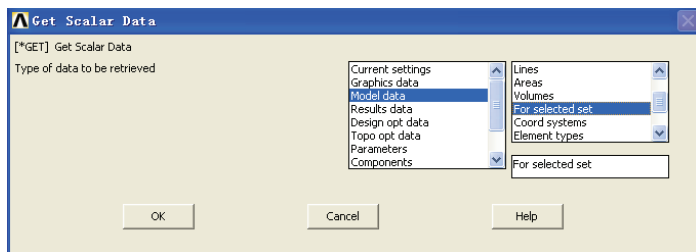
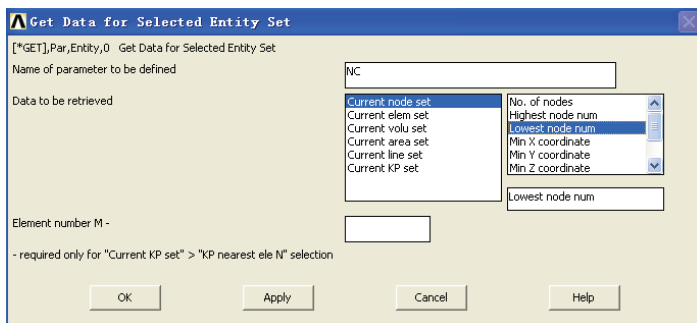

图 6-21 获取参量信息对话框
图 6-22 获取已选参量信息对话框
7) 选择 Utility Menu | Parameters | Get Scalar Data 命令，出现 Get Scalar Data 对话框，在 Type of data to be retrieved 列表框中选择 Model data，For selected set，如图 6-21 所示，单击 OK 按钮，出现 Get Data for Selected Entity Set 对话框，在 Name of parameter to be defined 输入栏中输入 NC，在 Data to be retrieved 列表框中选择 Current node set，Lowest node num，如图 6-22 所示，单击 OK 按钮关闭该对话框。